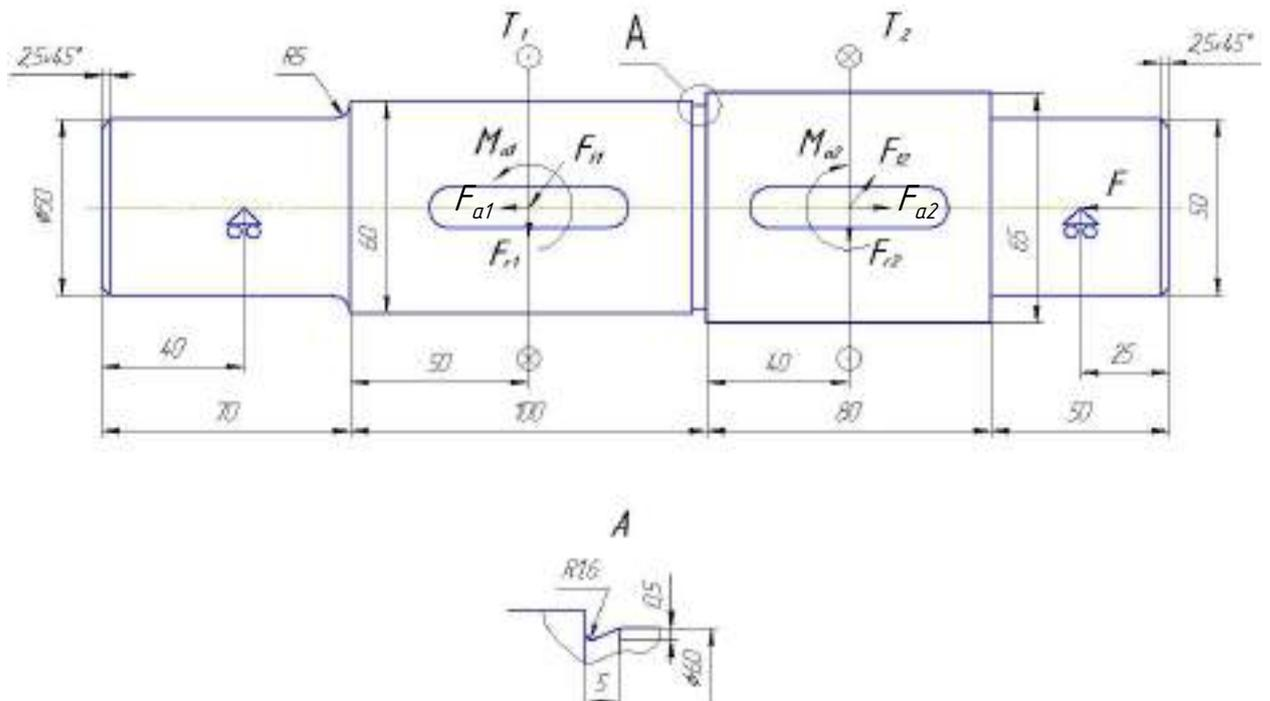

Рисунок 2.78
**Задание 1.** Выполните расчет вала (рисунок 2.78) на сопротивление усталости, приняв: